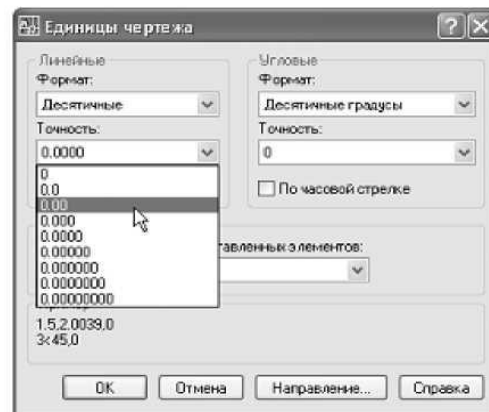

Рис.2 Раскрывающийся список Точность (Precision) системы единиц Десятичные (Decimal)
4. Теперь обратите внимание на два раскрывающихся списка Точность (Precision), которые в группах Линейные (Length) и Угловые (Angle) на ходятся под списками Формат (Type). Щелкните на кнопке раскрытия списка Точность (Precision) в группе Линейные (Length). Список откроется, и в нем будут перечислены допустимые значения точности для системы единиц Десятичные (Decimal) (рис. 2).